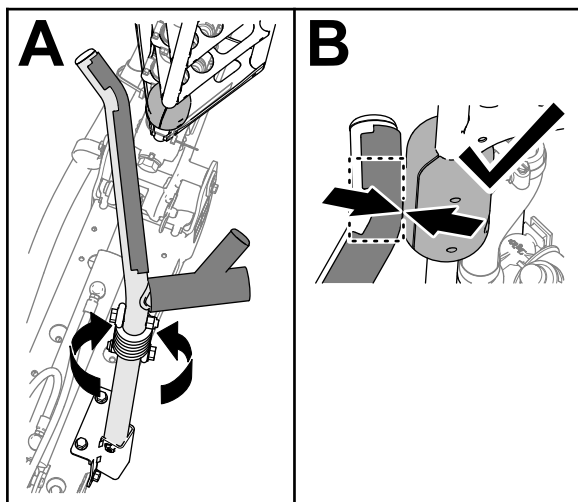

Figura 108
4. Gire el conjunto del soporte hasta que la curva del tubo esté alineada con el tope deslizante del tubo superior del brazo exterior (Figura 108).
Nota: Los topes deben entrar en contacto con el soporte en la curva del tubo superior del soporte (Figura 108).